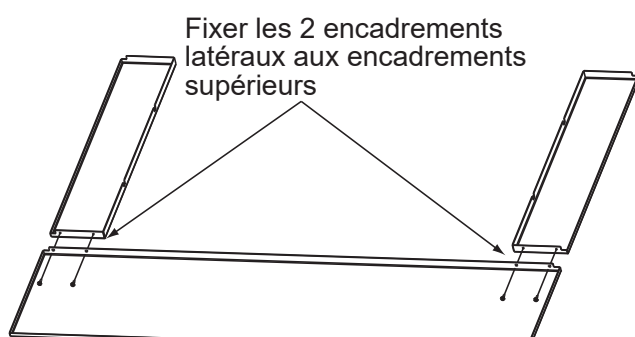

Figure 19.1
2. À l'aide du tournevis cruciforme, fixez les parties latérales de l'encadrement à la partie supérieure de l'encadrement en utilisant les 2 vis autotaraudeuses n° 8 fournies avec l'ensemble (**Figure 19.1**).